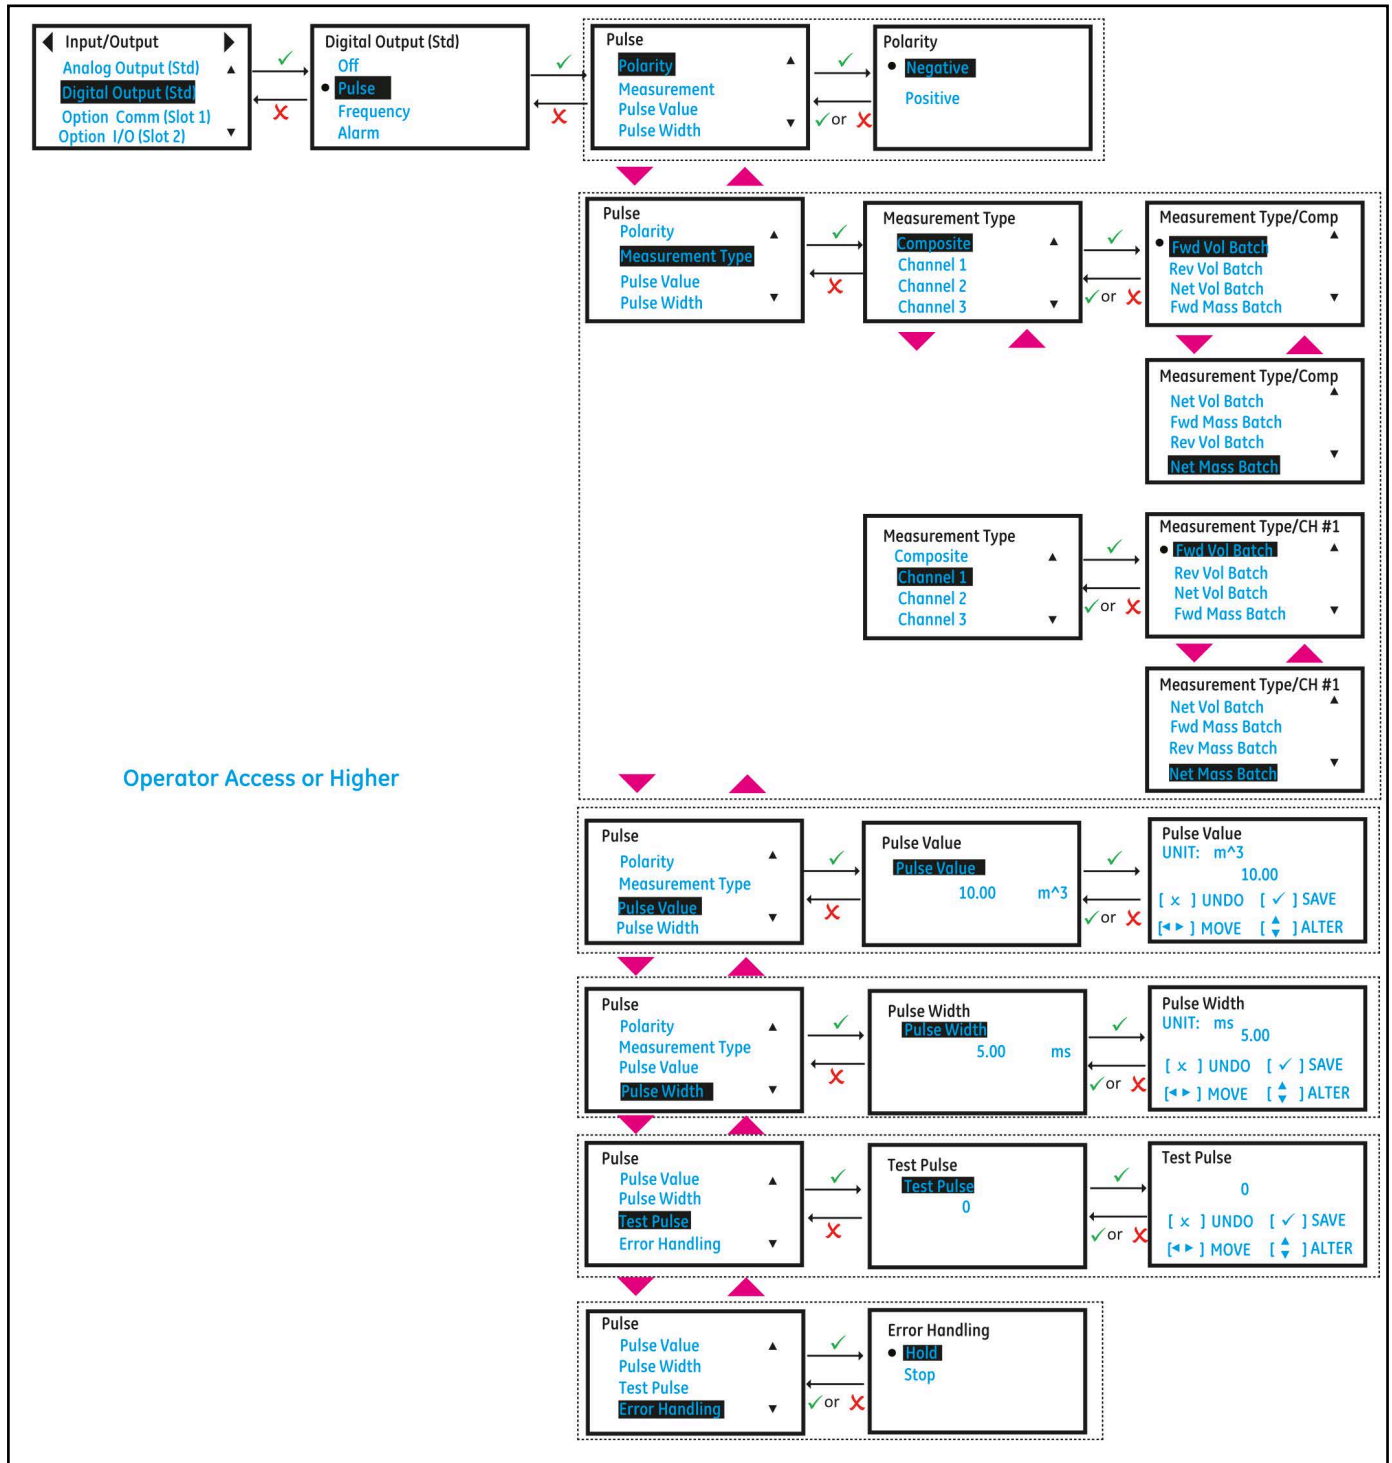

Figura 32: Configuración de la salida de impulsos
2. Configure las opciones **[Polarity / Polaridad]**, **[Measurement Type / Tipo de medida]**, **[Pulse Value / Valor de pulso]**, **[Pulse width / Ancho de pulso]**, **[Test Pulse / Pulso de prueba]** y **[Error Handling / Tratamiento de errores]** según sus necesidades. La siguiente dirección *Figura 32* muestra las opciones disponibles. Consulte también *Tabla 7* para entender cada opción.